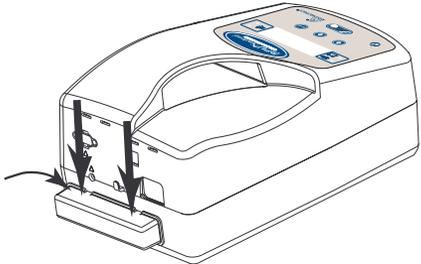

Abb. 4-2 Installierte Filterabdeckung
SCHRITT 4 Die Oberseite der Abdeckung wie in Abbildung 4-2 gezeigt an ihren Platz drehen und hinunterdrücken, damit die Nasen an der Abdeckung in die Öffnung des Lufteinlasses greifen.